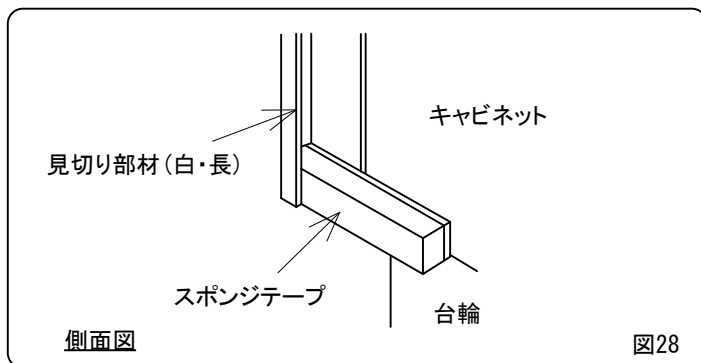

図28
- ⑤スポンジテープを図に示す位置に貼り付ける。(17ページ 図28)